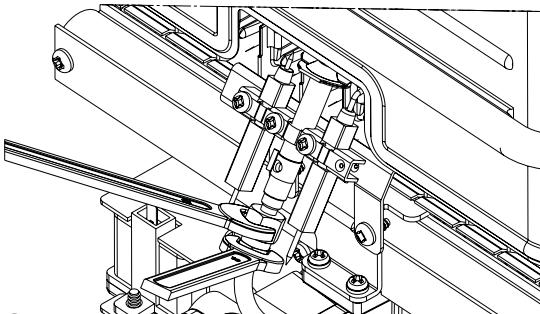

Рисунок 6
2.8.1 Открутите трубу запальника и поверните ее в удобное положение (рисунок 6).